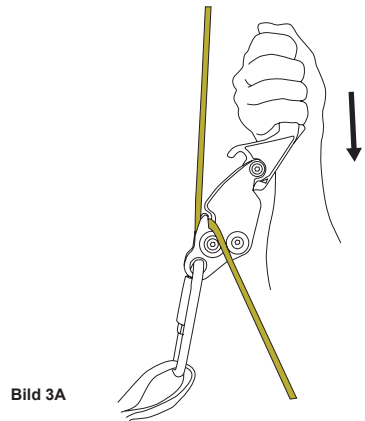

Bild 3A
6. Starta nedfibringen med hjälp av **SMARTLINE X** (bild 3A).